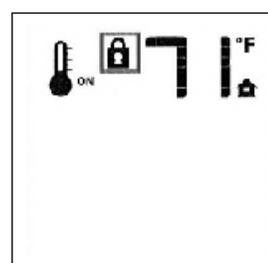

Figure 65. Verrouillé.
- Pour activer ce verrouillage, appuyez en même temps sur la touche «Mode» et sur la touche fléchée Haut. Fig. 65.